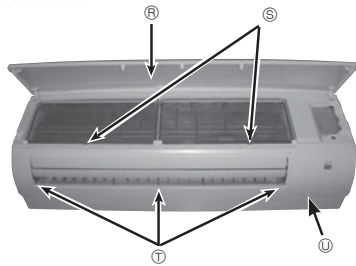

Fig. 6-2
- ① Appuyer sur les boutons et les déverrouiller de chaque côté de la grille avant et soulever celle-ci jusqu'à ce qu'elle soit de niveau. Avancer les charnières pour déposer la grille avant. (Fig. 6-2)
- ② Retirer les 3 capuchons de vis du panneau. Retirer 5 vis. (Fig. 6-2)
- ⑦ Retirer la vis du cache. (Fig. 6-2)